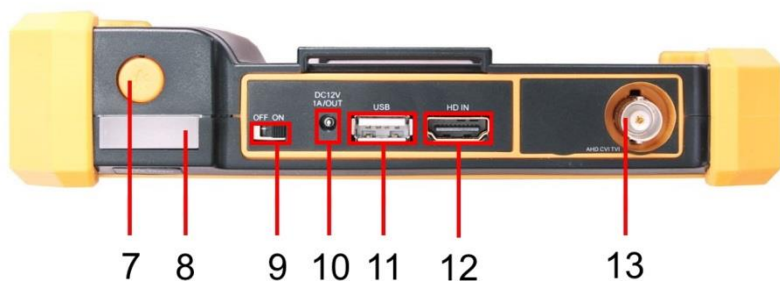

Рис.4 Тестер TSH-H-5, разъемы и кнопки верхней панели
Подключение аналоговой (CVBS) или AHD/TVI/CVI видеокamеры производится к разъему BNC (13) Рис.4 с обозначением AHD CVI TVI на верхней панели тестера. При необходимости нужно использовать кабель BNC-BNC из комплекта поставки.
Подключение HDMI-устройств производится к входу с обозначением HDMI IN на верхней панели тестера (12) Рис. 4. Тестер в этом режиме работает как HDMI - монитор.
Данная функция тестера позволяет получать информацию о примерной мощности потребления подключенной к тестеру нагрузки (когда тестируемая камера получает питание от тестера через выход DC12V/1A (10) Рис.4). Для включения этой функции с помощью кнопок навигации войдите в пункт главного меню Power Info. На экран будет выведено напряжение питания и мощность подключенной нагрузки.